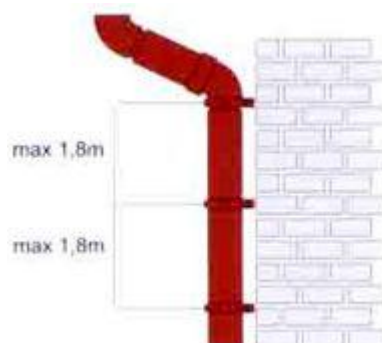

Рис. 6
3.4. Хомуты крепим на расстоянии, не превышающем 1,8 м. друг от друга (см. рис. 6), у каждой трубы жестко фиксировать только один хомут, второй хомут является лишь направляющим.